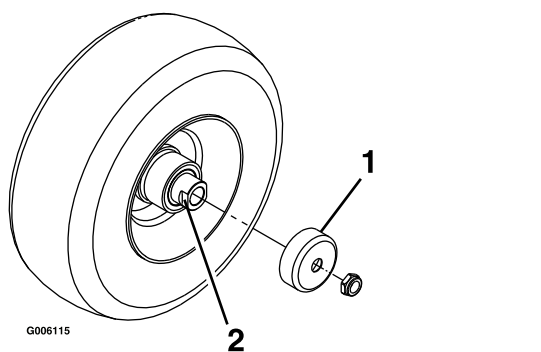

Figure 37
- Déposez les protège-joints du moyeu de roue (Figure 37).